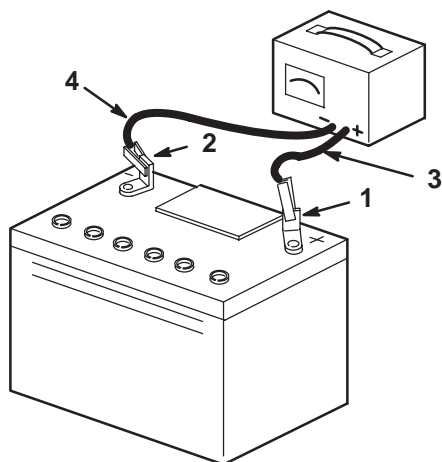

Bild 20
5. Schließen Sie die Kabel des Ladegeräts von den Batteriepolen ab (Bild 20).